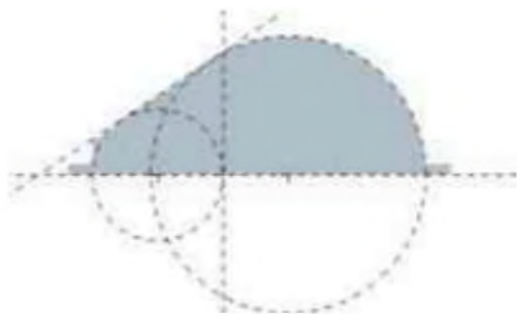

图 2-25
2) 调整视图方向，选择“草绘”|“参照”，选取图 2-25 所示的线为参照，然后单击“草绘方向”按钮，使草绘平面与屏幕平行。